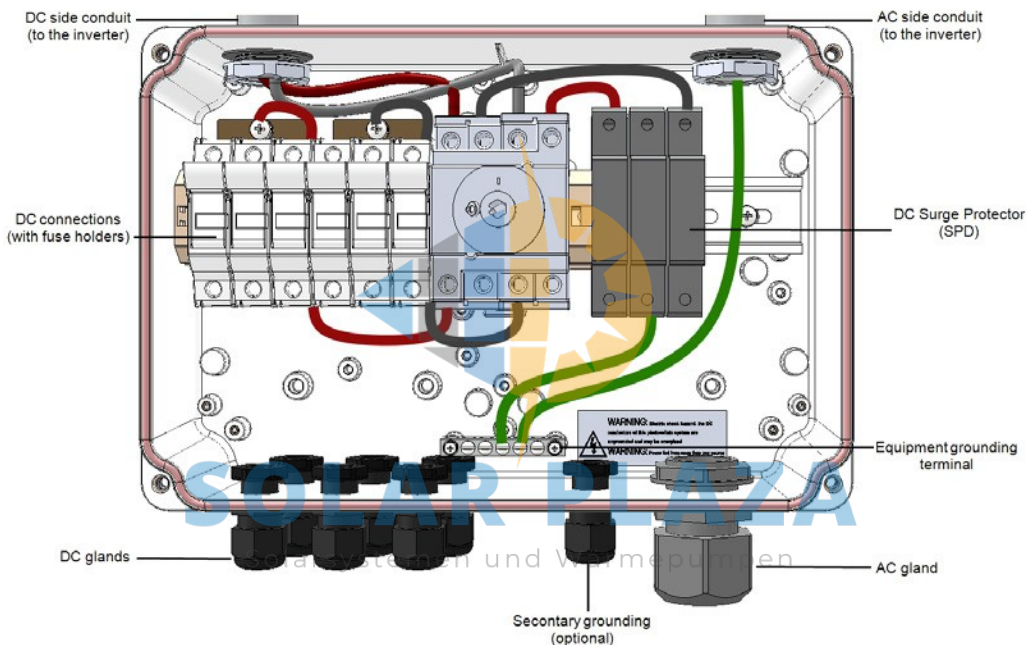

Abbildung 30: Innenansicht der DC-Sicherheitseinheit mit Sicherungen
6. Öffnen Sie die Wechselstrom-Kabelverschraubung und führen Sie das Kabel durch die Verschraubung (siehe Abbildung 30).